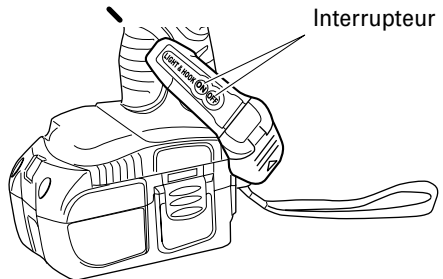

Fig. 14
- (3) Utilisation de la lampe auxiliaire
- (b) Il est possible de régler la direction de la lampe dans la plage des positions 1 à 5 du crochet. (Fig. 14)